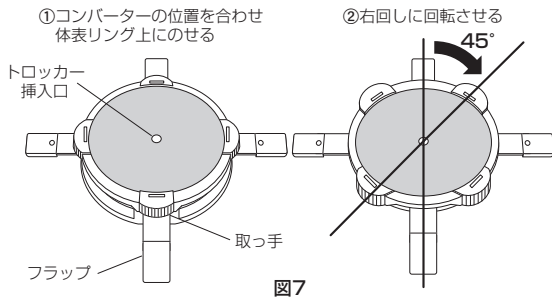

図7
13.気腹操作を行う場合はコンバーターを装着する。コンバーターの装着は、コンバーターの取っ手をフラップの位置に合わせるようにコンバーターを体表リングの上に置き、右回しに止まるところまで約45°回転させ固定する。(図7) 取り外す場合は、左に回す。